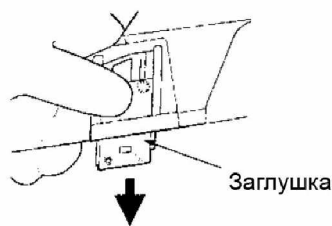

Рис. 16.
4. Надавите пальцем на заглушку, расположенную с правой стороны крышки цилиндра, и снимите ее. **См. Рис. 16.**